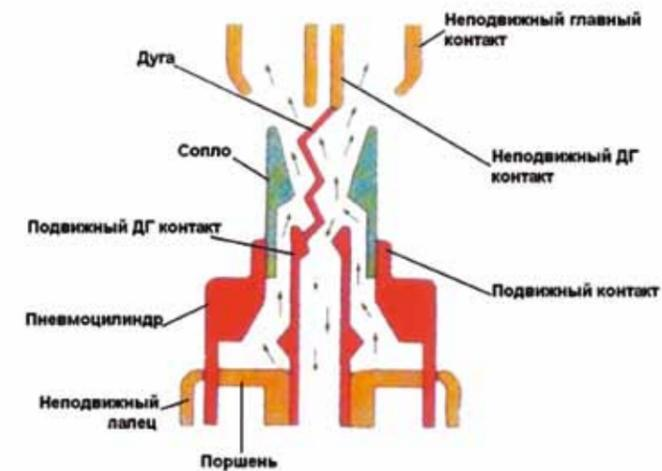

Рис. 5.3 Принцип гашения дуги
5.2 Принцип гашения дуги (см. рис. 5.3)